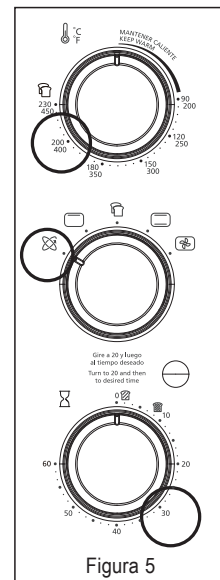

Figura 5
Paso 2. Cuidadosamente, deslice la cesta de freír con aire en la posición de parrilla media y cierre la puerta del horno de mostrador. Encuentre el símbolo de freír con aire señalado en la perilla del medio de la figura 5